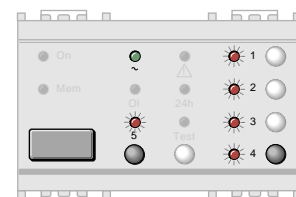

Fig. 47
- Premere contemporaneamente i tasti di zona 4 e 5 della centrale: tutti i led di zona lampeggiano velocemente a segnalare l'ingresso nella funzione "associazione inseritori/zone" (Fig. 47)